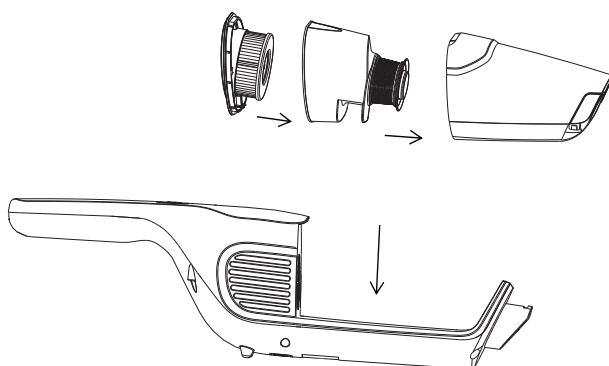

Fig. 6-5
5) Når du har rengjort støvbeholderen, skal du først sette filteret i filterdækslet og derefter sette dem i støvbeholderen. Sæt derefter støvbeholderen i den håndholdte enhed. (Se fig. 6-5)